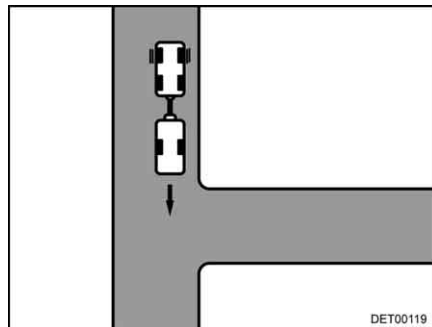

Bild 14 Anfahrt
- So weit an die Einfahrt fahren, bis das Heck des Caravans etwa auf der Höhe der Einfahrt ist (Bild 14).